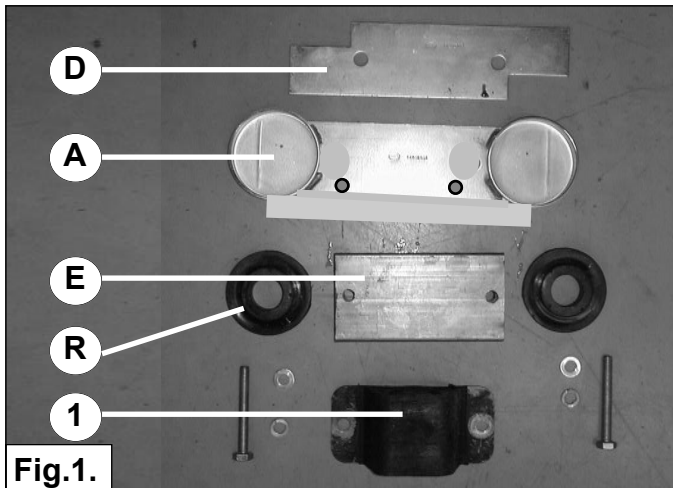

Fig.1.
3. Monteer de vulplaat D, bovenbeugel A, bufferverhoger E en de originele buffer 1 met de bijgeleverde bouten, sluitringen en veerringen. Zie fig. 1 en 2. Monteer de bovenbeugel zo dat de hulpveren zover mogelijk naar de binnenzijde van de auto komen te staan.
3. Fit the filling plate **D**, upper bracket **A**, bump stop filling block **E** and the original bump stop **1** with the supplied bolts, washers and spring washers. See fig. 1 and 2.
3. Montieren Sie die Auffüllplatte **D** , Bügel **A** , Puffer-erhöher **E** , Puffer **1** mit die originale Pufferbolzen, Ringen und Federringen. Siehe fig. 1 und 2. Montieren Sie die Bügel **A** so das die Federn so weit wie möglich zu dem Innenseite des Fahrzeugs stehen.
3. Montez la cale **D**, le support supérieur **A**, le support de tampon **E** et le tampon d'origine **1** à l'aide des boulons et des rondelles fournis. Voir les figures 1 et 2. Montez le support supérieur de manière à ce que les ressorts auxiliaires soient positionnés le plus possible vers l'intérieur du véhicule.